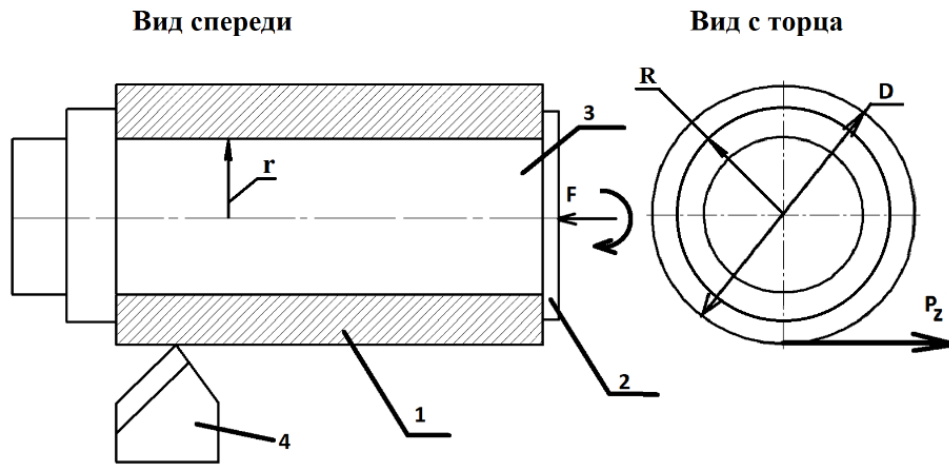

Рис. 3
Для обработки на токарном станке тонкостенной цилиндрической детали используется жесткая цилиндрическая оправка (3). Заготовка (1) опоры насаживается на эту оправку с зазором и вращается вместе с ней в патроне токарного станка. Заготовка прижимается к торцу оправки с помощью прижимной гайки (2) (рис. 3). На заготовку диаметром $D=52$ мм во время обработки от резца (4) действует тангенциальная сила $P_z=500$ Н. Необходимо определить минимально достаточную силу прижима F гайки (без учета коэффициента запаса) при следующих исходных данных: наружный радиус левого опорного торца оправки и гайки $R=25$ мм, внутренний радиус заготовки $r=15$ мм, коэффициент трения между заготовкой и торцом оправки $f_1=0,5$, коэффициент трения между торцом заготовки и гайкой $f_2=0,3$. Трением на цилиндрических поверхностях пренебречь.